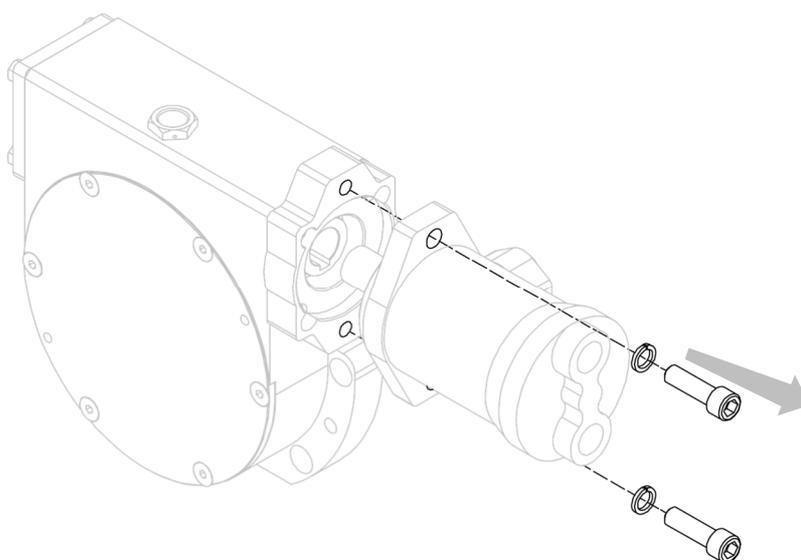

Figure 24
4. Séparer le moteur du réducteur, après avoir enlevé les vis qui le lient (voir *Figure 24*).